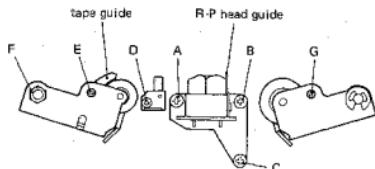
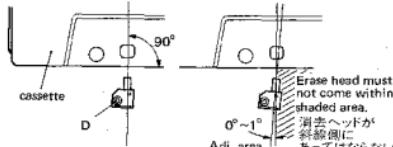
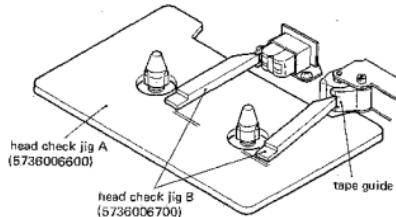

Fig. 5-4
Fig. 5-6
Fig. 5-5
2. If not, adjust screw D (shown in fig. 5-4) so that the head comes within the adj. area (fig. 5-6).
1. Place the deck in PLAY mode. Adjust screw A (fig. 5-4) so that head check jig B is aligned with the REC & PLAY head guide.
2. もし垂直でない時は図5-4に示すネジDで図5-6の範囲内に入れるよう調整する。
1. PLAY状態にし、ヘッド治具(B)を録・再ヘッド・ガイドに一致するよう図5-4のネジAを調整する(図5-5参照)。
- If the tape curls at the left pinch roller tape guide, adjust REC & PLAY head screw B (fig. 5-4) within 3/4 of a turn. When curling has disappeared, adjust screw A in the same manner to maintain the horizontal position of the head.
左ピンチ・ローラのテープ・ガイドでテープがカールする場合は、録・再ヘッドのBネジ(図5-4参照)を3/4回転以内の範囲で調整する。カールが消失したらAネジを同様に調整してヘッドの水平を保つ。